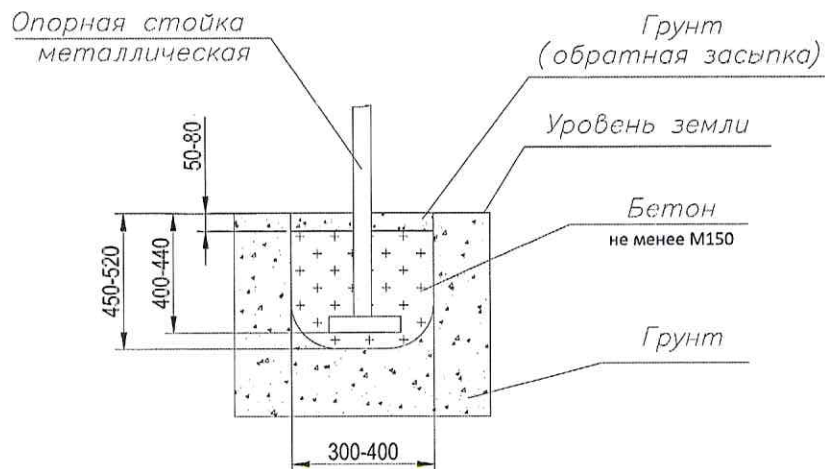

Рисунок.1
3. Забетонировать раму согласно схеме (рис. 1).